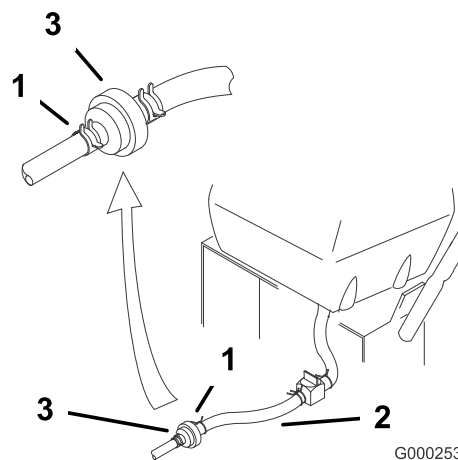

Figura 32
3. Apriete los extremos de las abrazaderas y deslícelas por el tubo alejándolas del filtro (Figura 32).